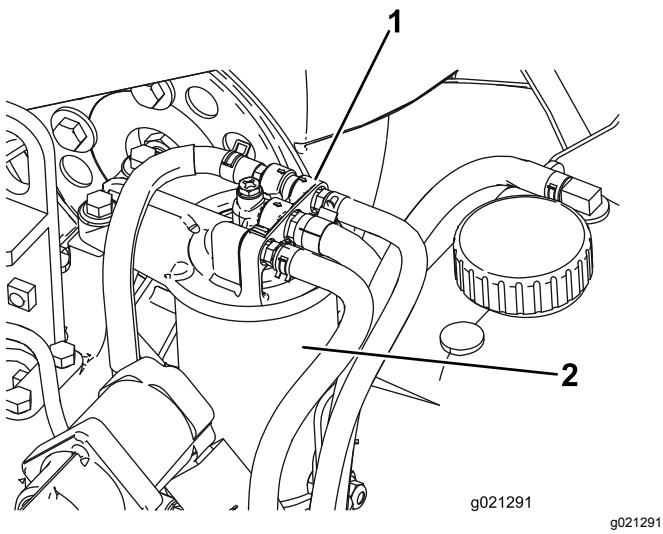

Figure 80
1. Nettoyez la surface autour de la tête du filtre à carburant (Figure 80).
1. Déposez le filtre et nettoyez la surface de montage de la tête du filtre (Figure 80).